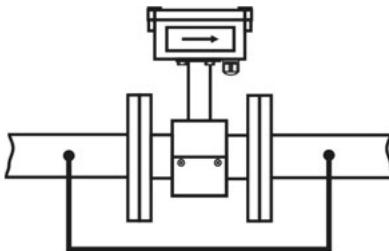

Рисунок 3.5 – Схема защитного шунтирования расходомера
Перед демонтажем МВ произвести **дополнительное электрическое шунтирование расходометра**. Защитное шунтирование, смотрите рисунок 3.5, выполняется при помощи стальной полосы (прутка) сечением не менее 20 мм². Сварные швы по всему периметру сечения полосы (прутка) провариваются полностью для обеспечения надежного электрического контакта.
- произвести дополнительное электрическое шунтирование расходомера, смотрите рисунок 3.5;